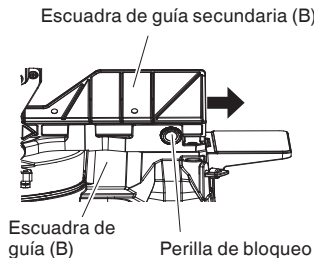

Fig. 12
Esta herramienta mecánica está equipada con una escuadra de guía secundaria (B). En el caso de corte en ángulo directo y de corte en ángulo a bisel derecho, utilice la escuadra de guía secundaria (B). Esto le permitirá realizar un corte estable del material con una cara trasera ancha. Al cortar en ángulo izquierdo, afloje la perilla de bloqueo y deslice el tope secundario (B) hacia fuera, como se muestra en la Fig. 12.